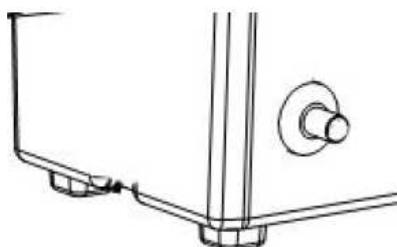

Afb.2
- a. Draai de stroomschakelaar in stand "I" en controleer of de ventilator correct begint te werken. (Afb. 2)